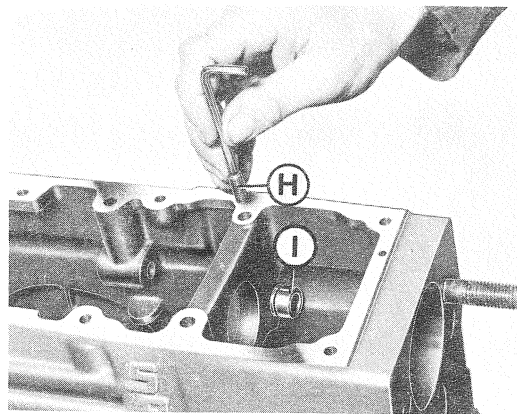

Fig. 20
- 11) Svitare il grano ritegno boccola **H** e sfilare la relativa boccola alberino retromarcia **I** (vedi fig. 20).